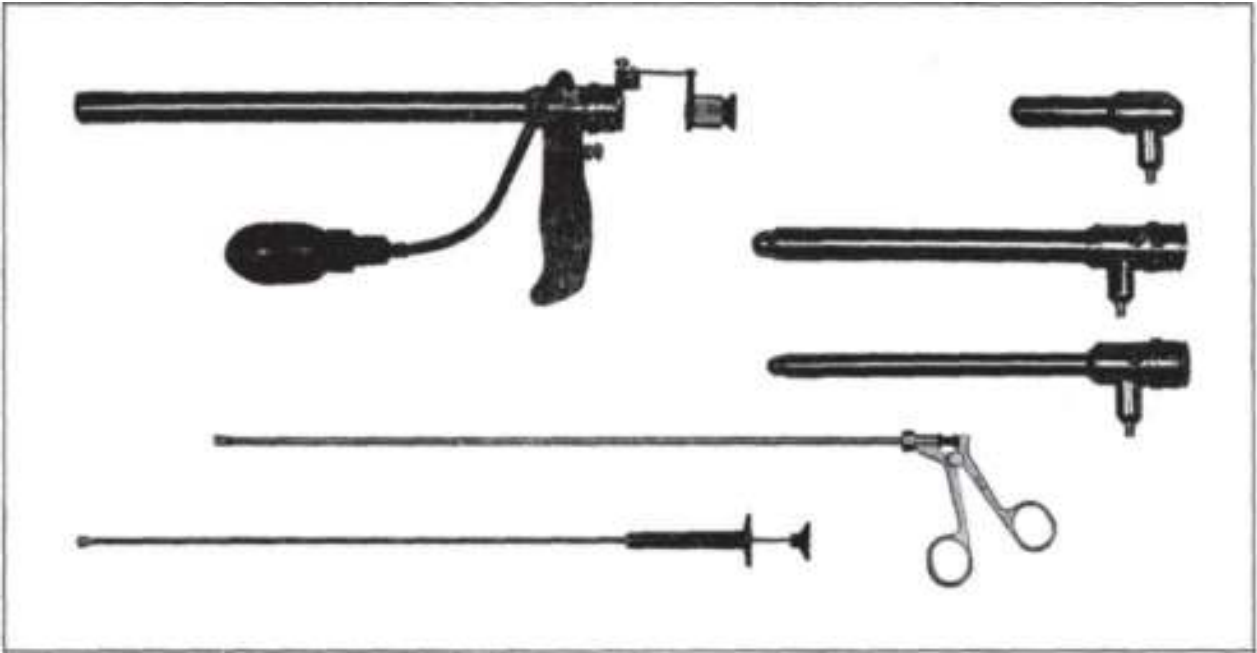

Рис. 1
4.2. Основными узлами ректоскопов являются: тубусы с obturаторами, ручка; лупа, защитная крышка и инструменты для хирургических манипуляций в соответствии с рис. 1. К числу основных узлов ректоскопов для взрослых относится также anoscope.